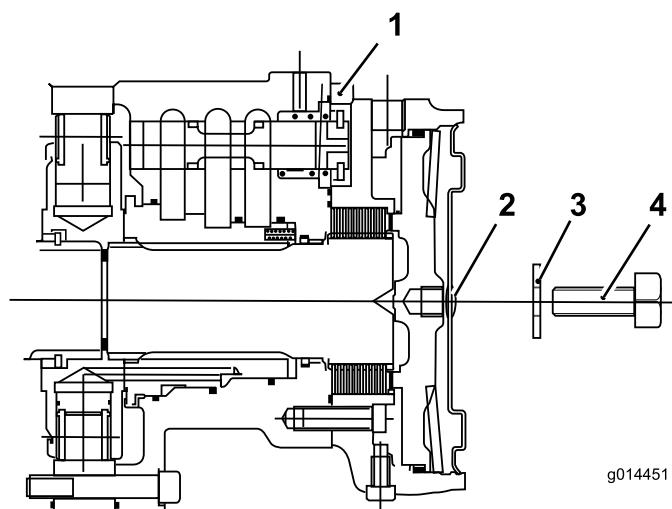

Bild 37
7. Führen Sie eine Schraube (12 x 40 mm) und eine Unterlegscheibe (12 mm) durch das Loch in der Mitte der Motorenendplatte (Bild 37).
8. Ziehen Sie die Schraube im Gewindeloch des Bremskolbens an, bis sich die Bremse löst (Bild 37).